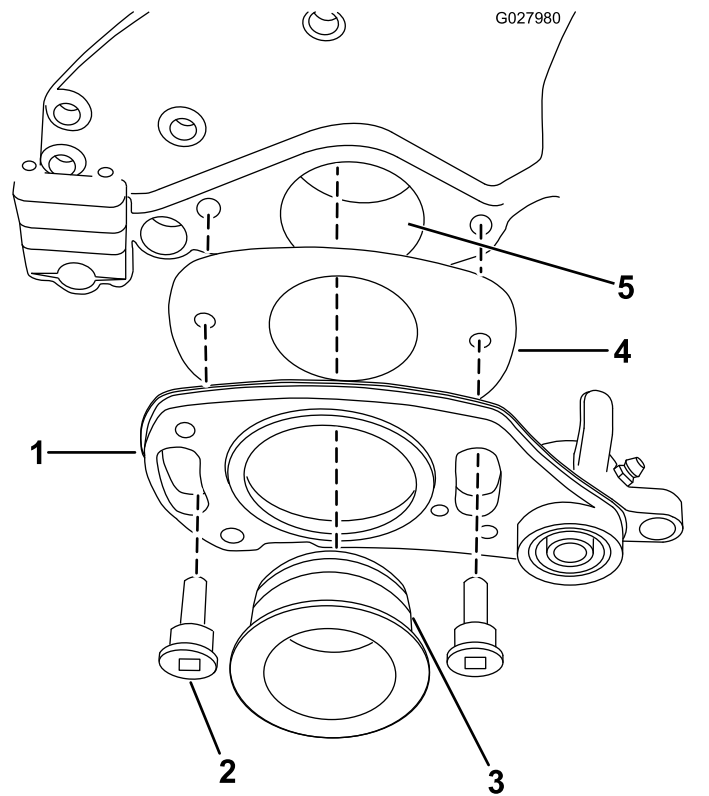

Bild 7
12. Schieben Sie die Beilagscheibenplatte auf die Rückseite des rechten Antriebs, wie in Bild 7 abgebildet.
13. Schmieren Sie den O-Ring und das Führungszapfenloch etwas mit Fett ein (Bild 7).
14. Befestigen Sie den Antrieb mit zwei Ansatzschrauben, wie in Bild 7 abgebildet.